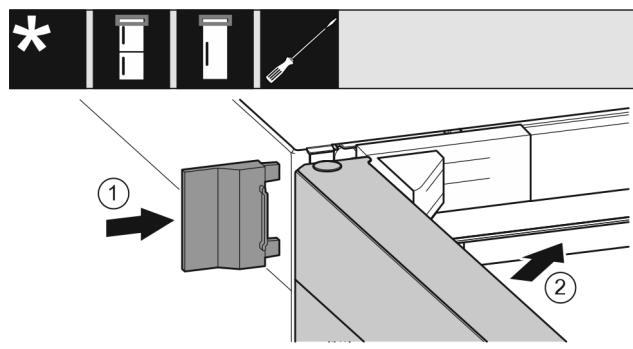

Fig. 29
- ▶ Insérer le cache extérieur Fig. 29 (1).
- ▶ Fermer la porte supérieure Fig. 29 (2).